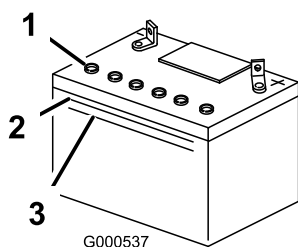

Figura 44
2. Guardate il fianco della batteria. L'elettrolito deve raggiungere la linea superiore (Figura 44). Non lasciate scendere l'elettrolito sotto la linea inferiore (Figura 44).
3. Togliete i tappi di spurgo dalla batteria (Figura 44).
4. Aggiungete lentamente acqua distillata in ogni elemento della batteria finché l'elettrolito non raggiunge la linea superiore (Figura 44) sulla cassetta della batteria.
5. Attendete cinque o dieci minuti dopo avere riempito gli elementi della batteria. All'occorrenza, aggiungete dell'acqua distillata finché l'elettrolito non raggiunge la linea superiore (Figura 44) sulla cassetta della batteria.